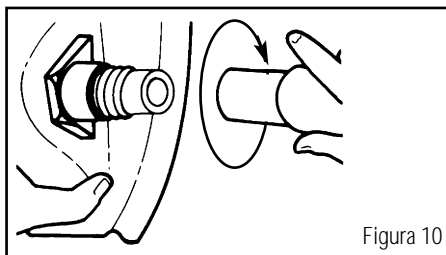

Figura 10
- Conecte el conjunto del tubo de respiración al casco atornillando el conector de la manguera de plástico al accesorio que se encuentra en el costado del casco. Gírelo en el sentido de las agujas del reloj para ajustarlo. (Figura 10) Asegúrese de usar un Bullard 88BT. El nombre y número de pieza se encuentran en el costado de la manga del tubo de respiración.